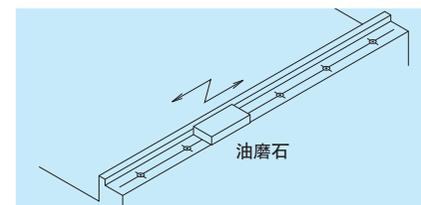

图 10.12
(3) 安装步骤
① 高精度安装方法
② 安装精度虽不高，但安装方法简单
• 用这两种方法安装时，都要先擦拭去直线导轨上的防锈油，并用油磨石磨去底座和工作台安装面上的毛刺和凸起部分（图 10.12）如在安装面上涂上薄薄一层的低粘度机油，就会起到防锈的效果。